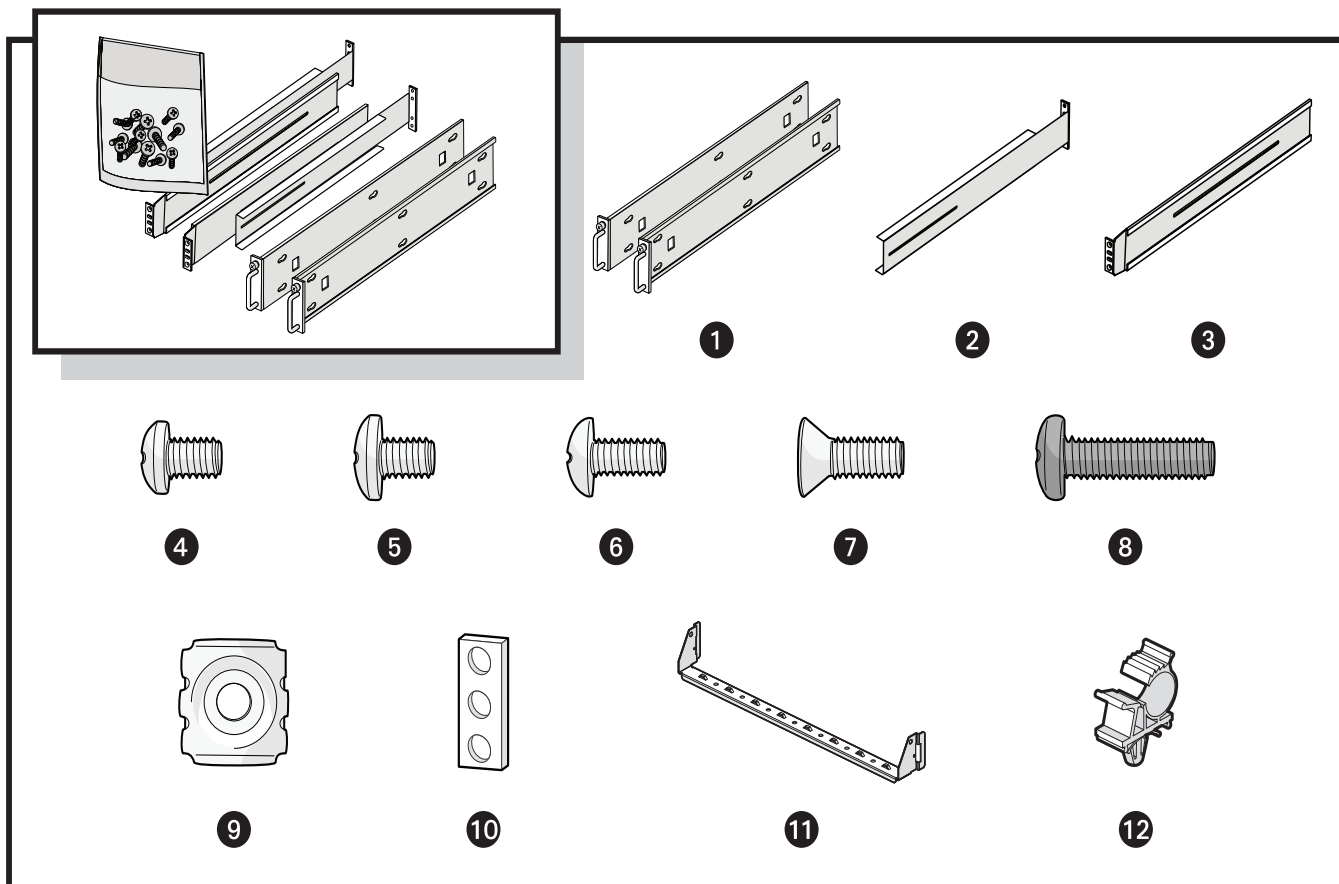

Рис. 6. Комплект для установки в стойке
**ПРИМЕЧАНИЕ.** На рис. 6 на стр. 15 показаны все крепежные изделия, требуемые для выполнения данной операции.